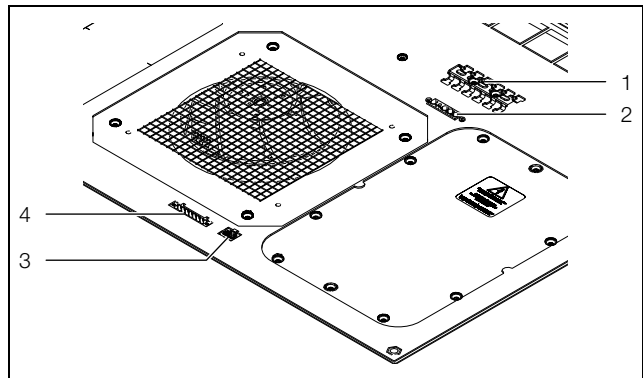

Fig. 13 : raccords sur la face inférieure du climatiseur pour montage sur le toit
- le blindage du câble peut être raccordé au rail en T (fig. 13, pos. 1).